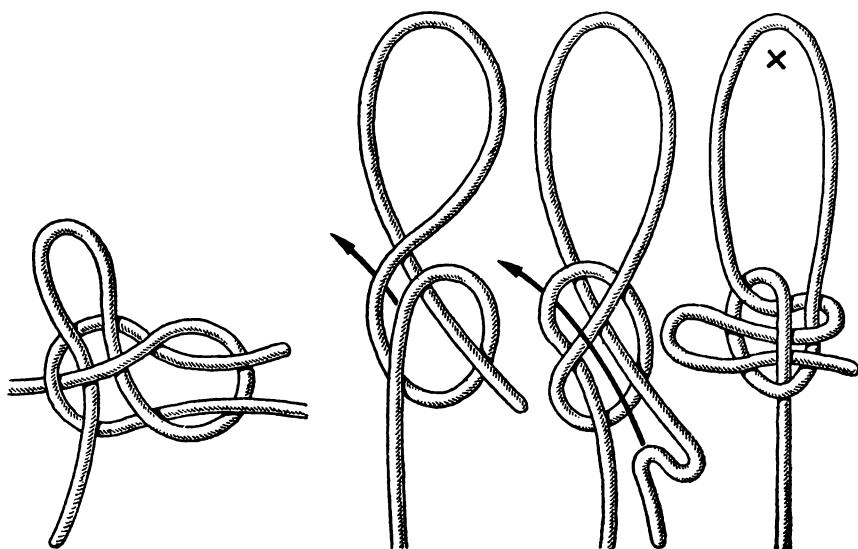

Рис. 96. Развязывающийся ткацкий узел
**Развязывающийся ткацкий узел** (рис. 96). Отличный ткацкий узел — «родной брат» шкотовому узлу, можно улучшить, если ходовой конец троса пропустить под подкоренной сложенным вдвое. При этом он будет держать столь же надежно, но в любую минуту может быть развязан, даже под натяжением.